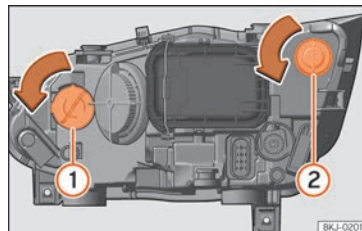

**Fig. 104** Nel vano motore: lampadina dell'indicatore di direzione ① e lampadina della luce DRL (luce diurna) ②.
- Ruotare il portalamпада » **fig. 104** ① o ② verso sinistra e tirare.